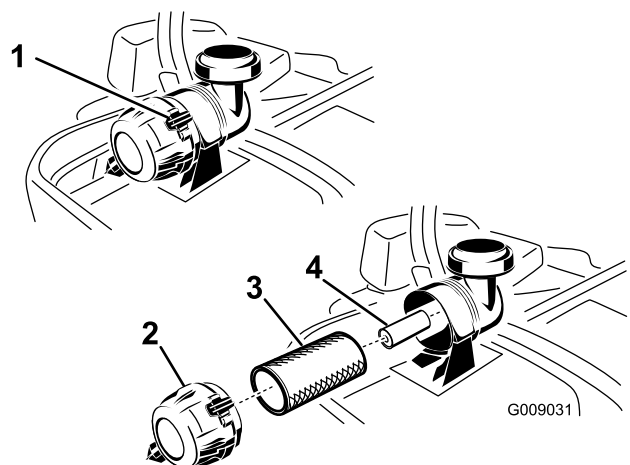

Figura 66
3. Abra los enganches del limpiador de aire y tire de la tapa de la entrada de aire para separarla del cuerpo del limpiador de aire (Figura 66).
5. Extraiga con cuidado el filtro primario de la carcasa del limpiador de aire (Figura 66).
- Si va a cambiar el filtro interno, deslícelo cuidadosamente en el cuerpo del filtro (Figura 66).
- Deslice cuidadosamente el filtro primario por encima del filtro de seguridad (Figura 66).
- Instale la tapa del limpiador de aire con el respiradero hacia abajo, y gírela hasta que los enganches la bloqueen en su sitio (Figura 66).